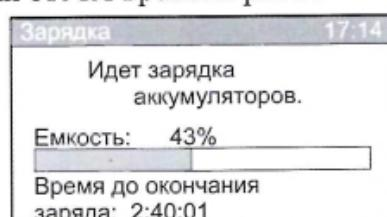

Рисунок 9. Зарядка аккумуляторов.
- Если процесс заряда аккумуляторов проходит в штатном режиме на дисплее будет показано: заполняемая строка и обратный отсчет времени рис.9.